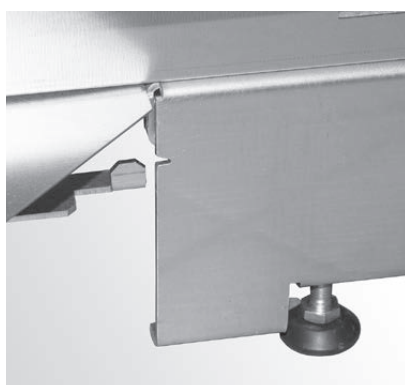
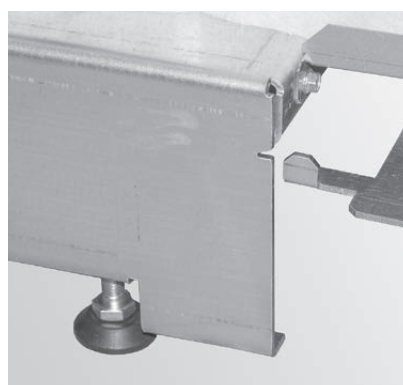

Fig. 113 Svitare il piede d'appoggio posteriore sinistro della caldaia a pellet (di 2 cm circa)
Fig. 114 Svitare il piede d'appoggio posteriore destro della caldaia a pellet (di 2 cm circa)
- Svitare i piedi d'appoggio posteriori della caldaia a pellet (di 2 cm circa) in modo da riuscire a spingere la base della caldaia a pellet sulle linguette dell'angolare di posizionamento – Fig. 113, Fig. 114. Le linguette si trovano all'interno della lamiera della base.